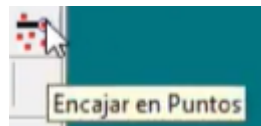
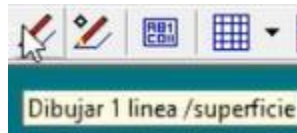

Figura 218. Encajar en vértices
Figura 219. Dibujar.
61. Para unir los puntos activar la opción “Encajar en vértices” (figura 218) y “Dibujar línea” (figura 219).